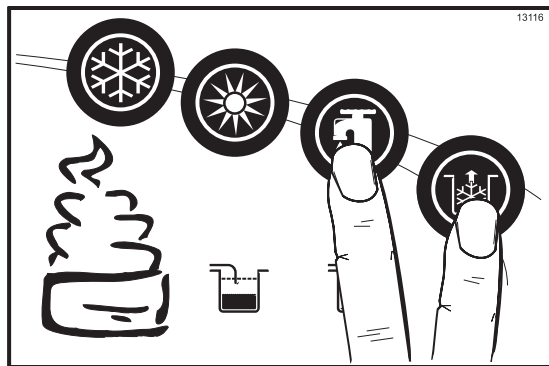

図 4 7
**WASH**  及び **PUMP** キー  を押してドローバルブを閉じます。(図 4 7 参照)